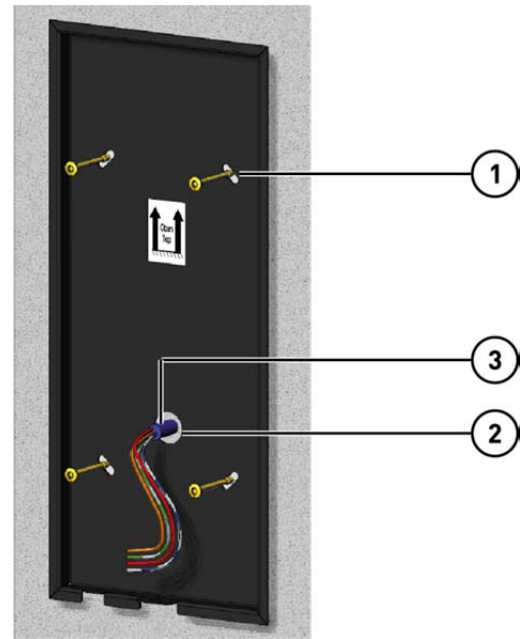

Abb. 6: Unterschale an der Wand montieren
- ▶ Führen Sie das Anschlusskabel **(3)** durch die Kabeldurchführung **(2)** der Unterschale (Abb. 6).